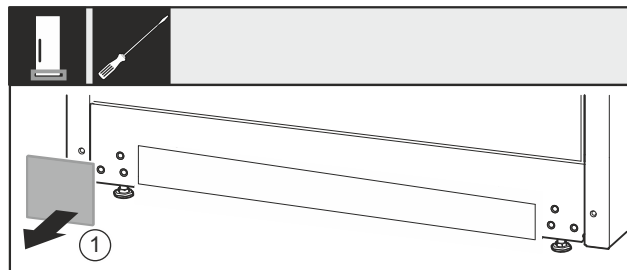

Fig. 37
- Noņemiet pārsegu Fig. 37 (1).